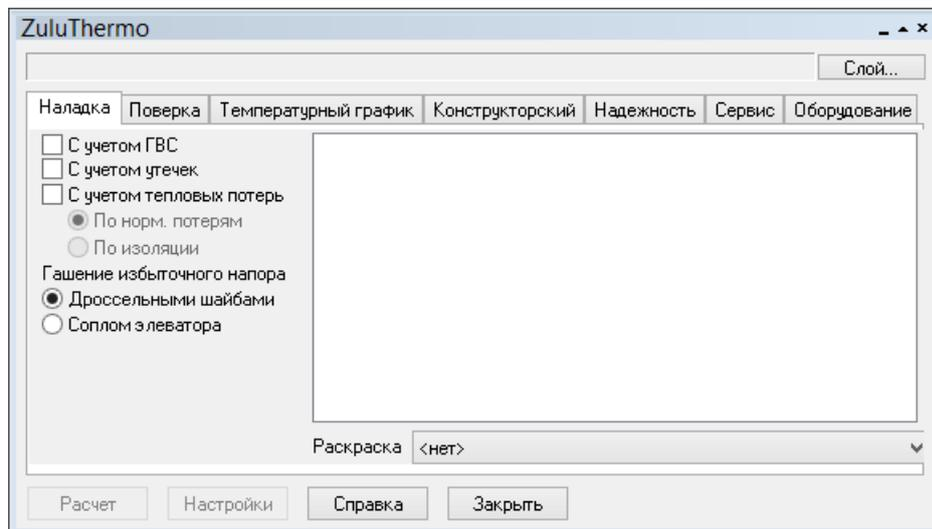

Рисунок 15.4. Окно теплогидравлических расчетов
1. Выбрать команду главного меню Задачи|ZuluThermo или нажмите кнопку  панели инструментов. Откроется диалог теплогидравлических расчетов (см. Рисунок 15.4, «Окно теплогидравлических расчетов»).